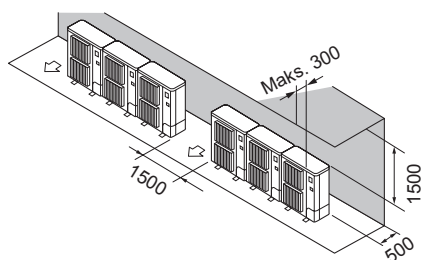

Fig. 2-13
- ② Kliūtys tik gale ir viršuje (Fig. 2-13)